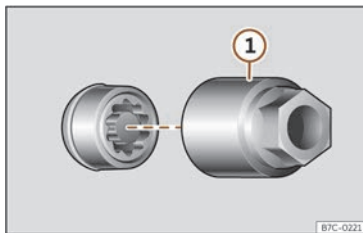

Fig. 41 Caragol antirobatori de la roda amb caputxó i adaptador.
- Encaixeu l'adaptador especial >>> **fig. 41** ① (eina de bord >>> pàg. 48) en el caragol antirobatori de la roda fins al límit.